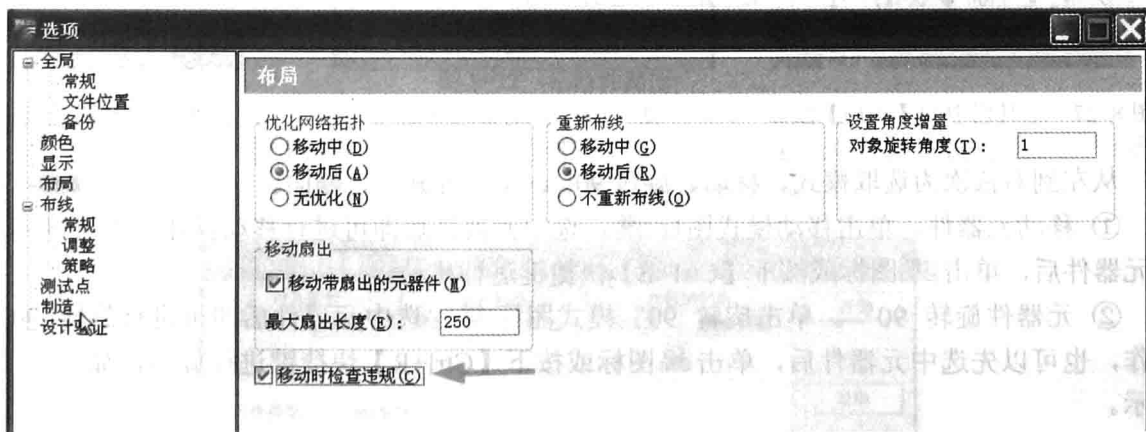

图 8-25 布局设置
(1) 布局参数设定。执行菜单命令【工具】→【选项】，在“布局”标签页中进行布局设置，如图 8-25 所示。勾选“移动时检查违规”选项，在布局移动时软件会智能地进行 DRC 检查。